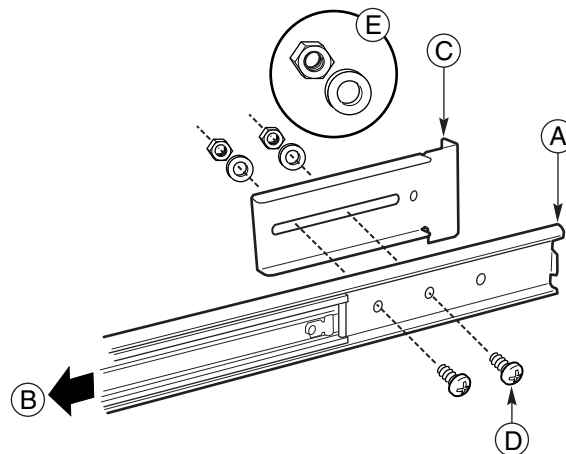

Figura 7 Alinhamento correto do parafuso, arruela, porca, suporte e conjunto deslizante (FR/RL)
2. Puxe a seção intermediária para fora da seção externa de forma a ter total acesso à parte traseira da seção externa. O item B na Figura 7 mostra o sentido no qual a seção intermediária deve ser estendida. No lado direito do conjunto deslizante, observe que você tem acesso aos três orifícios de parafuso da seção externa.
5. Insira parafusos nos dois orifícios frontais a partir do lado interno da seção externa e atarraxe sem dar aperto com uma arruela e uma porca de fixação. O alinhamento correto do parafuso, arruela, porca de fixação, suporte e conjunto deslizante é mostrado na Figura 7.